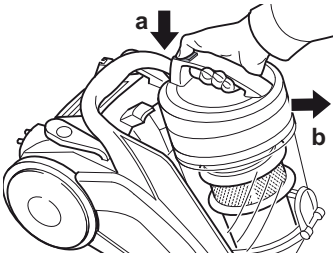

Abb. 21
2. Entriegeln Sie den Staubbehälter, indem Sie die Entriegelungstaste wie abgebildet nach unten drücken (Abb. 21/a).
3. Heben Sie den Staubbehälter nach vorn aus seiner Konsole (Abb. 21/b).